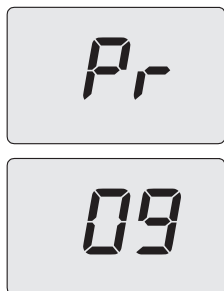

Рис. 9.8
- Пролитайте параметры, используя кнопку 13 или 14 (Рис. 7.2) до появления на ЖК-дисплее букв **Pr**, которые сменяются кодом **09**, обозначая вход в «параметр 09» (Рис. 9.8).